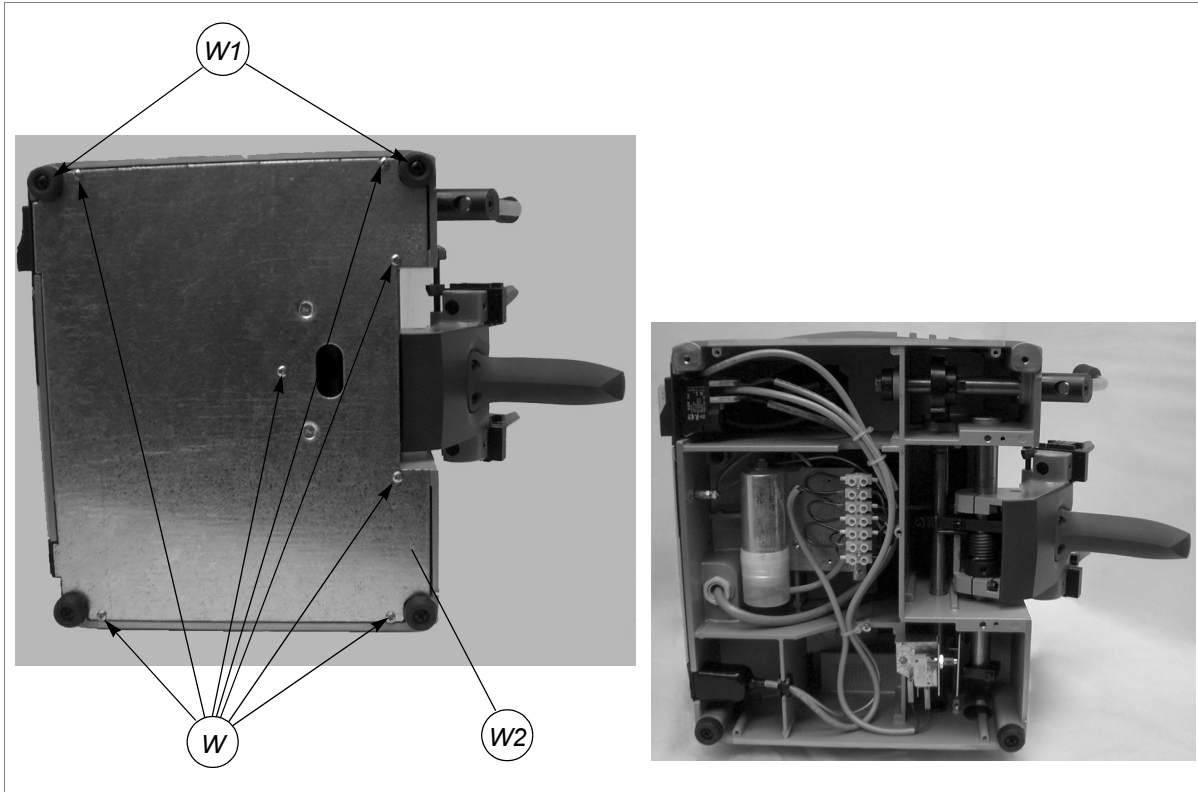
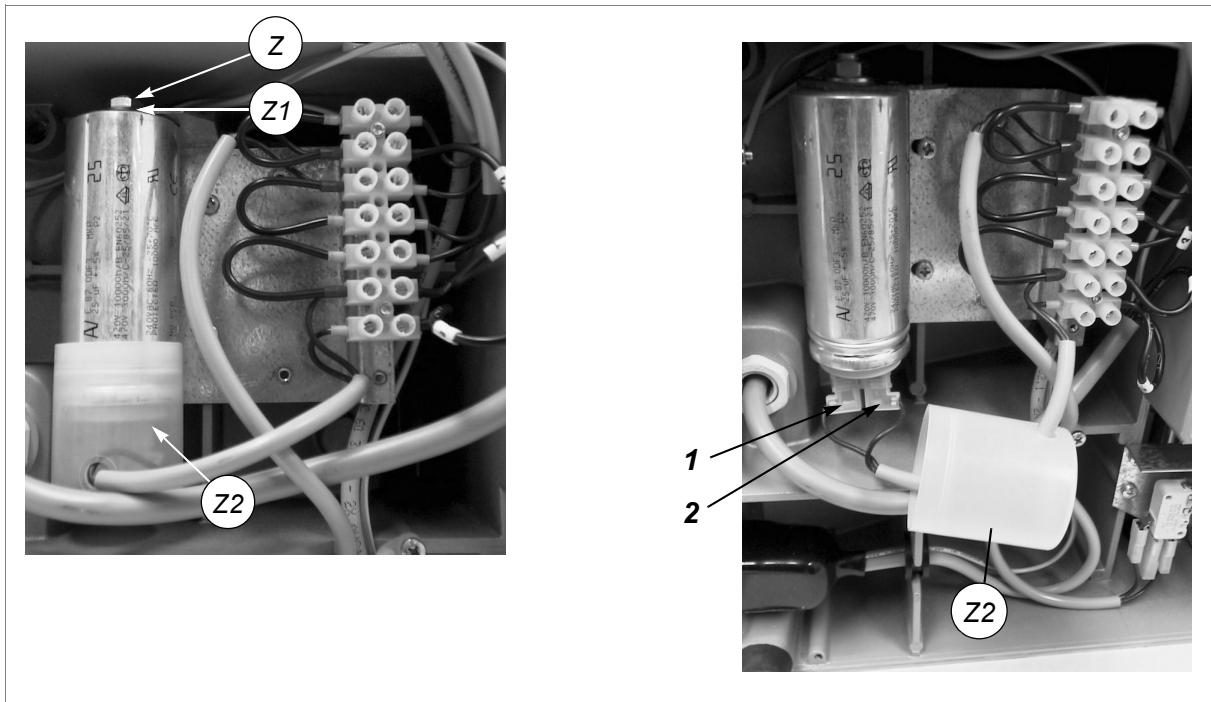

Fig. 26
Fig. 28
- 4) Destornillar los 7 tornillos (W), los 2 pies (W1) y quitar la protección inferior (W2) (fig.26).
- 3) Desenroscar la tuerca (Z) y quitar la arandela (Z1) y el condensador (fig.28).
- 4) Introducir el nuevo condensador, fijándolo con arandela (Z1) y tuerca (Z).
- 8) Poner la protección inferior, fijándola con los 7 tornillos (W) y los 2 pies (fig.26, pág.21). Introducir el recipiente para recogida virutas.
- 9) Poner la protección inferior, fijándola con los 7 tornillos (W) y los 2 pies (fig.26, pág.21). Introducir el recipiente para recogida virutas.